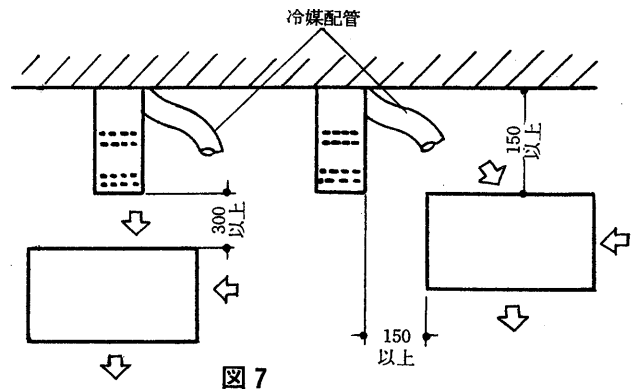

図 7
1)室外ユニットを給排気アタッチメントの前方に置く場合は、アタッチメント先端から 300 mm 以上、横に置く場合は壁面、給排気アタッチメントからそれぞれ 150mm 以上離してご使用ください。また、各配管は、給排気アタッチメントのドレンが直接当たらないように曲げてください。<図7>